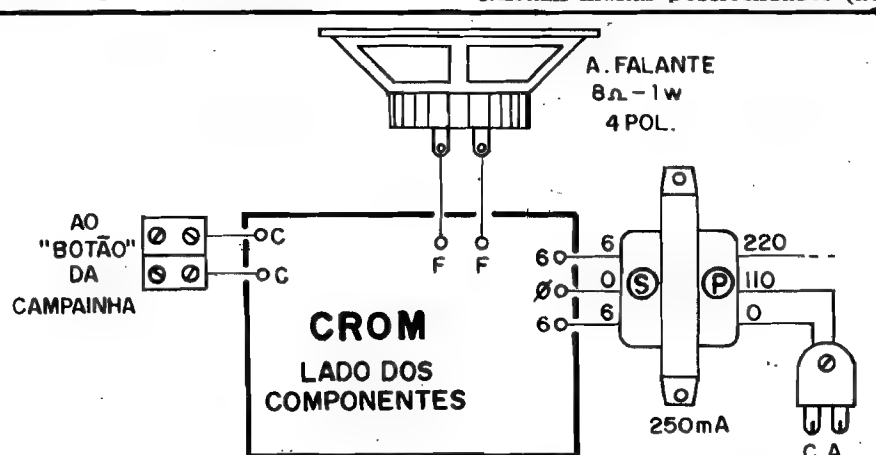

Fig. 10
- FIG. 10 - CONEXÕES EXTERNAS À PLACA - São poucas e simples, mas também **muito** importantes. Observem (na placa, vista pelo lado dos componentes, não cobreado...) a ligação ao par de conectores "Sindal" (que servirá para a ligação do cabo paralelo que vai ao "botão" da campainha...), do alto-falante e - principalmente - do transformador... Quanto a este último, notem que as ligações do "rabicho" ao seu **primário** correspondem às para uma rede C.A. de 110V. Se a rede local for de 220V, então o terminal de 110V deverá ser "desprezado", ligando-se em seu lugar o de 220V (mostrado em linhas tracejadas, na figura...).